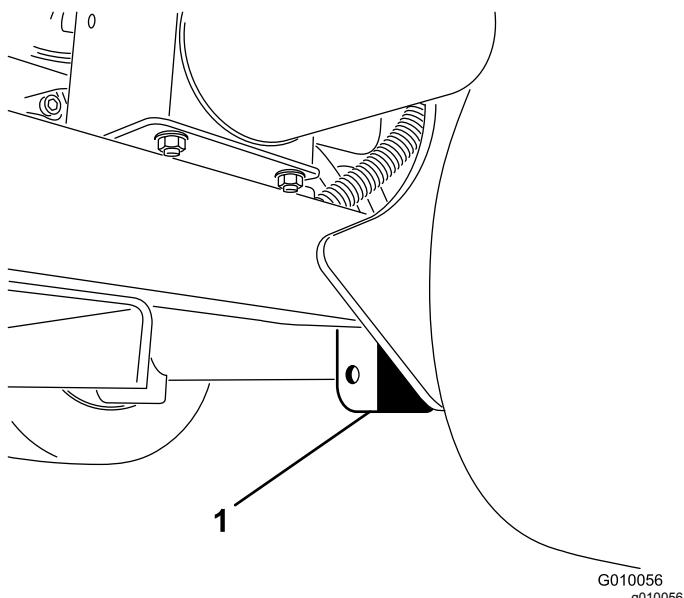

Figura 39
3. Coloque bem o apoio debaixo da chama do chassis, dentro da roda traseira (Figura 39).